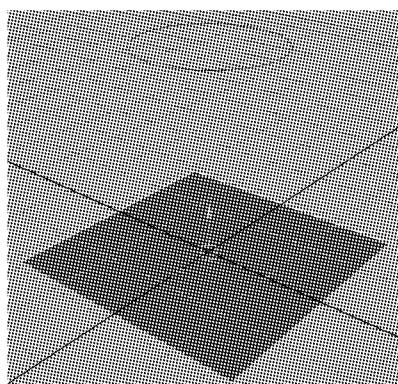

图 3-22 创建曲面与线
- (1) 创建一个曲面和一条封闭曲线, 使之互相平行, 如图 3-22 所示。